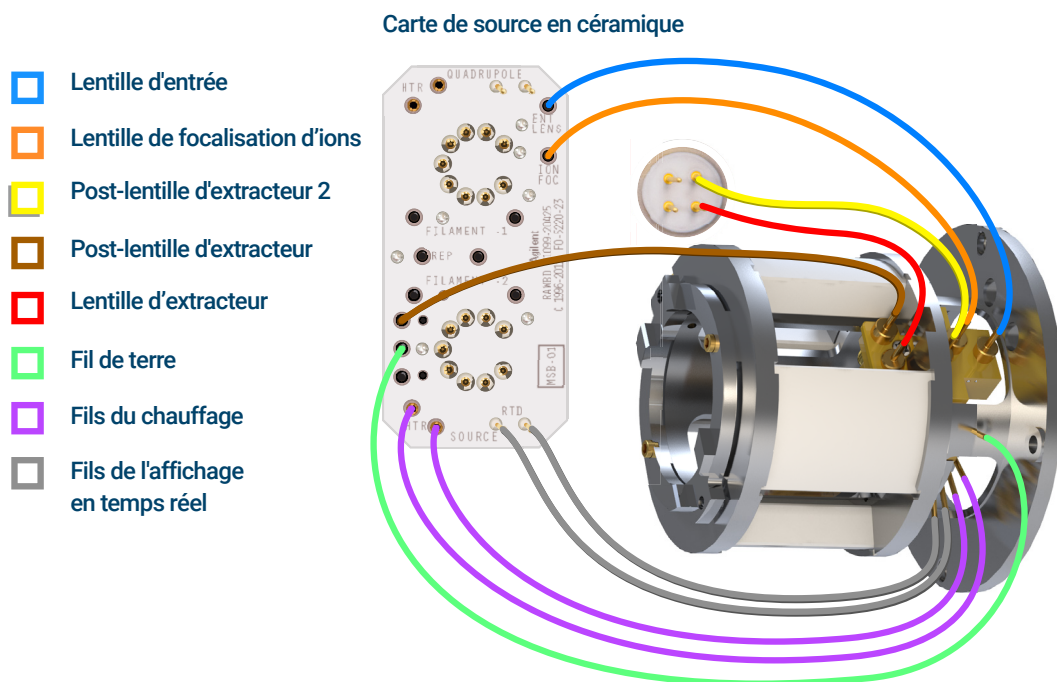

Figure 77. Fils du radiateur de la source HES
- 1 Utiliser des brucelles ou des pinces à bec fin pour brancher ou débrancher le fil vert de terre et les cinq fils de lentille du radiateur. Ne pas plier les fils plus que nécessaire. (Voir **Figure 77**.)